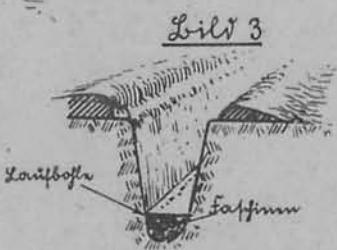

Bild 4
- c) zu Bild 4: 10 lfd. m bei vorhandenem Material 6 Mann ~ 6 Std.